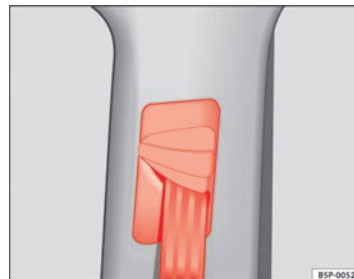

Fig. 16 Localização de montagem do regulador do cinto de segurança em altura
- Premir a guia da faixa superior do cinto de segurança na zona de cima e mantê-la nessa posição ⇒ fig. 16.